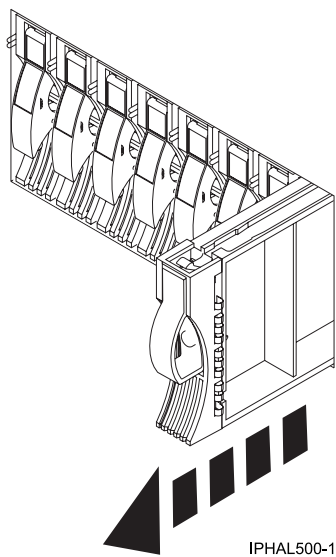

Figure 53. Retrait d'un obturateur d'unité de disque dur sur un modèle ou 11D/20
4. Tirez l'obturateur d'unité de disque de son emplacement. Tirez l'obturateur d'unité de disque pour le détacher de l'emplacement approprié (voir figure 53, à la page 60).